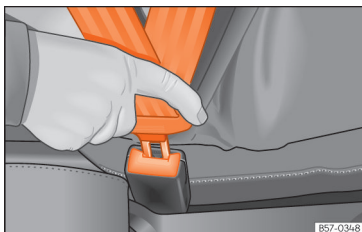

Fig. 22 Insertar la lengüeta del cinturón de seguridad en su cierre.
- Encastre la lengüeta en el cierre del asiento correspondiente »» » fig. 22.